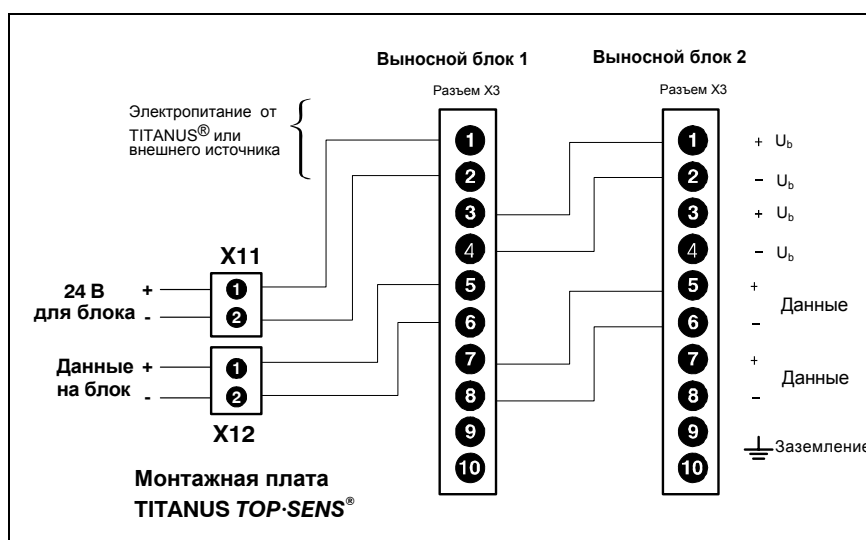

Рис.5.30: Подключение блока индикации к TITANUS TOP · SENS®
3. Выполните электрическое подсоединение в соответствии с Рис. 5.30.